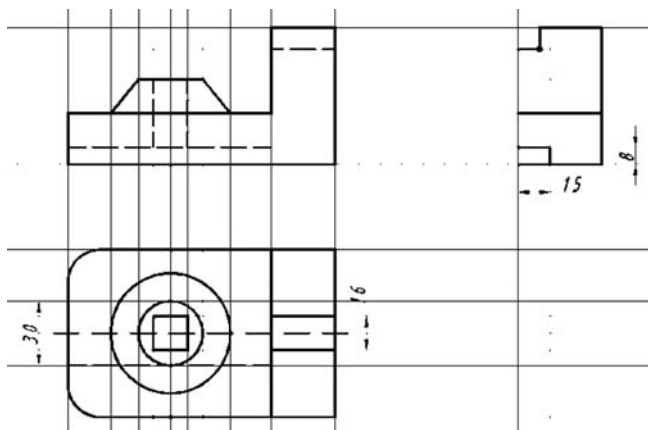

Рис. 6.9. Пазы на виде сверху и на виде слева
8. Выполнить необходимые вспомогательные построения для внутренних контуров детали и затем вычертить внутренний контур на слое «Невидимый» командой «Отрезок» на виде спереди и на виде сверху (рис. 6.9).
9. Вычертить пазы на виде сверху и на виде слева на слое «Контур» (рис. 6.9).